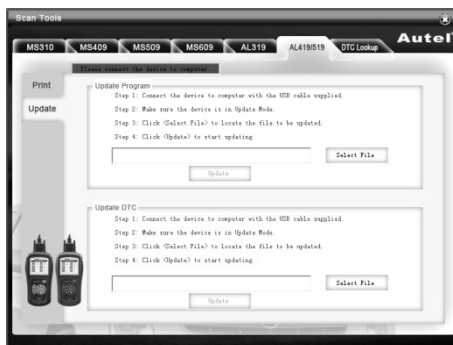

Figure 3.12
- 2) Exécutez le Trousse d'outils MaxiLink dans votre ordinateur. (Figure 3.12)
- 5) Sélectionnez les programmes à mettre à jour sur votre ordinateur. Il existe deux types de programmes: système d'exploitation et la bibliothèque DTC. (Figure 3.12)